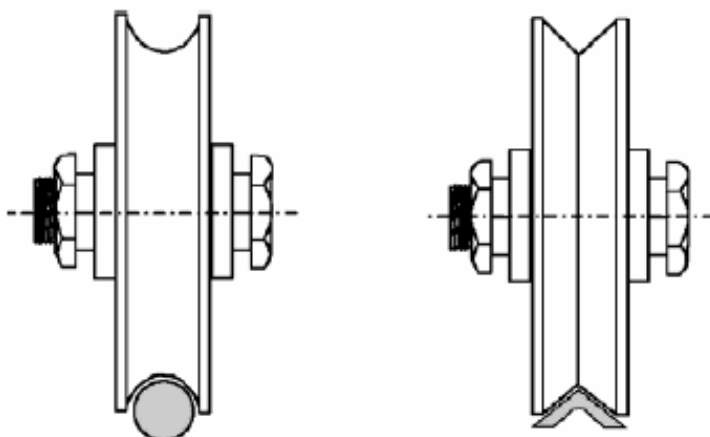

Fig. 4
- Verificare che le ruote (**V. Fig. 4**) utilizzate, siano idonee al tipo di guida a terra